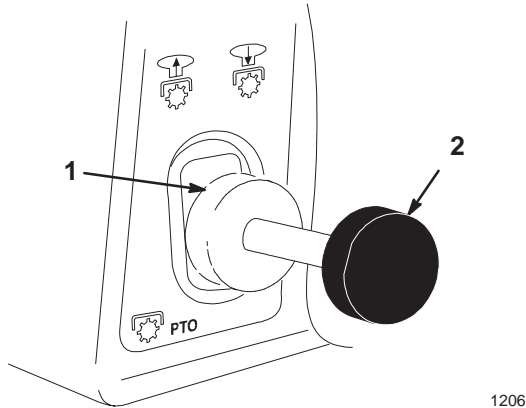

Figure 7
2. Tirer le bouton de prise de force (PdF) en position embrayée ("ON", Fig. 7).
2. Pousser le bouton de prise de force (PdF) en position débrayée ("OFF", Fig. 7).